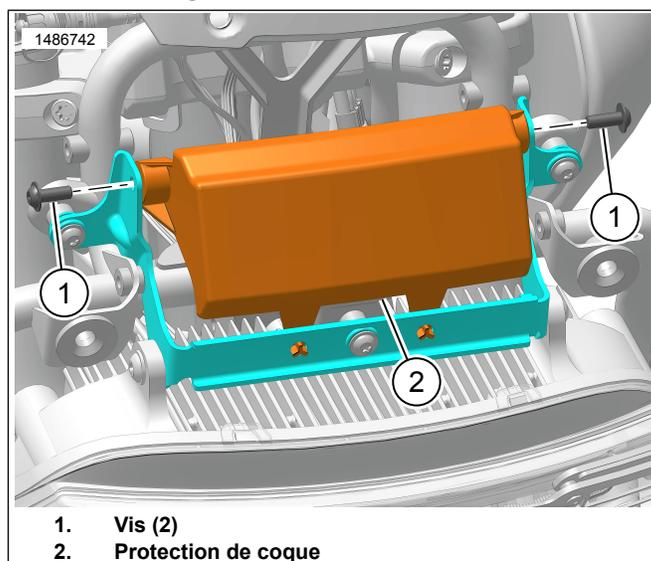

Figure 3. Plaque cache
2. Voir la figure 3. Retirer le couvercle du carénage.
- a. Déposer les vis (1).
- b. Retirer et éliminer le couvercle du carénage (2).